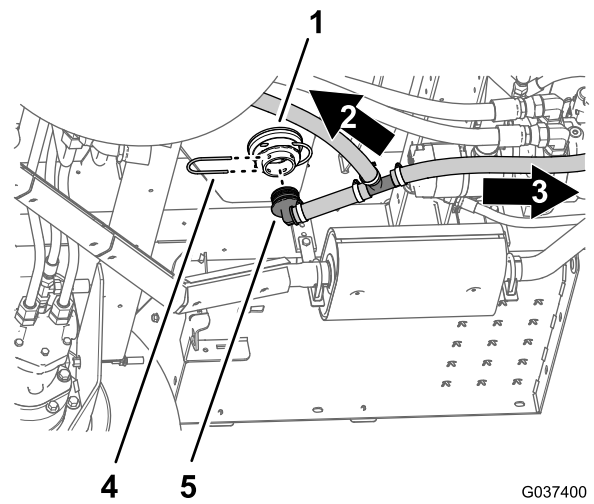

图28
1. 卸下将 90° 软管接头固定至打药车药缸底部的适配器接头的卡环图28。
2. 从适配器接头卸下 90° 软管接头图28。